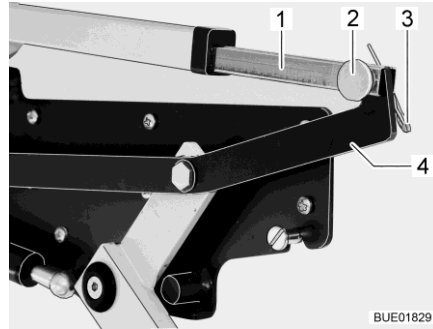

Fig. 143 Accionamiento para cama elevada
- Separar la unión entre la barra de empuje (Fig. 143,1) y la palanca (Fig. 143,4). Para ello, extraer la clavija hendida (Fig. 143,3) y el pasador (Fig. 143,2).